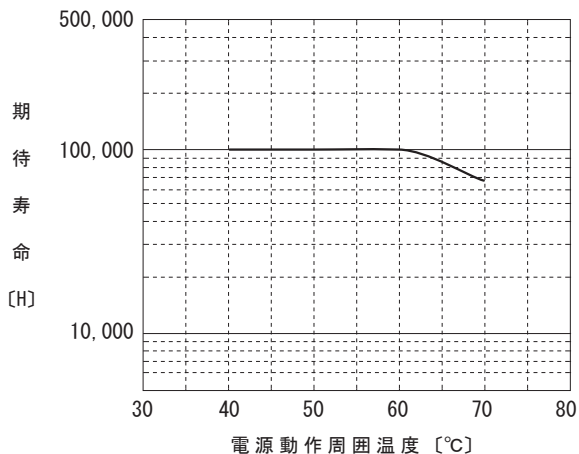
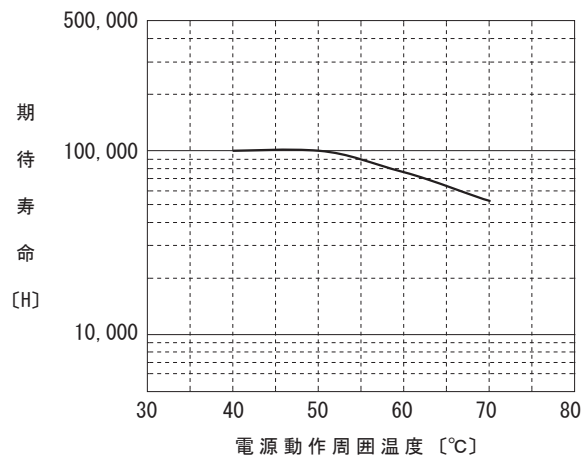

図5.1 ファン推定寿命 (PDA300F)
図5.2 ファン推定寿命 (PDA600F)
■使用条件によってファンの推定寿命 (R (t) =90%) は図5.1、図5.2のようになります。